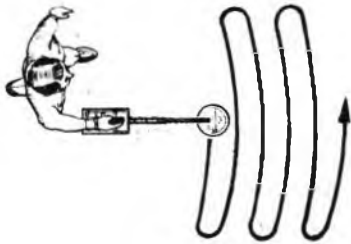

Figura 1 - La bobina di ricerca spazza il terreno con movimento oscillatorio: questo è il modo corretto di manovrare il rivelatore.
- Spazzare lentamente e con leggerezza il terreno (figura 1). Nell'istante in cui il centro del bersaglio viene oltrepassato, il segnale di ricerca si accentua. Cercare di tenere la bobina di ricerca parallela al terreno, evitando di alzarla ad ogni oscillazione (questo per impedire la perdita di controllo di alcune monete nascoste troppo in profondità).